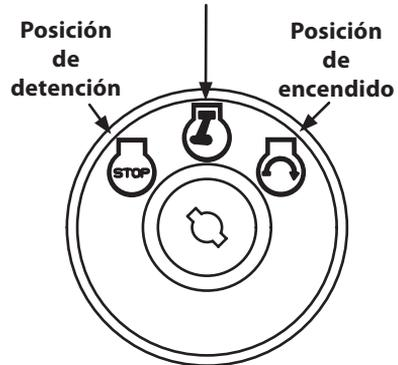

Figura 5
5. Gire la llave de encendido en el sentido de las agujas del reloj hasta la posición START (encendido). Una vez que arranque el motor, suelte la llave. Volverá a la posición RUN (funcionamiento). (Figura 5).